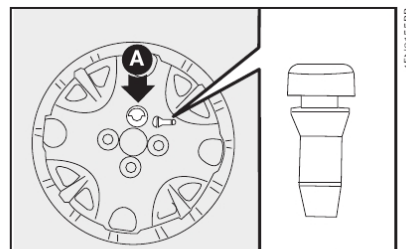

fig. 11
8) colocar a calota cuidando para que o símbolo (C), na parte interna, fique em correspondência com a válvula, e dessa maneira o furo maior da calota **A-fig. 11** passe pelo parafuso já fixado;